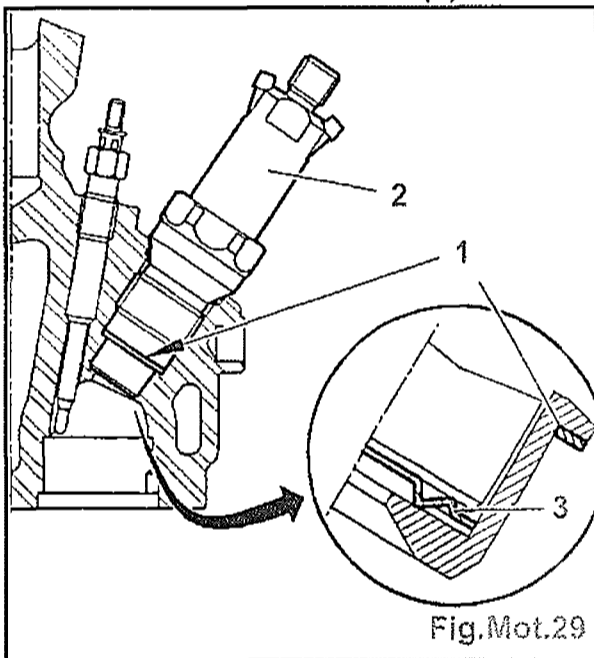

Fig.Mot.29
- Déposer (Fig.Mot.29) :
- les porte-injecteurs (2),
- les rondelles d'étanchéité (1).